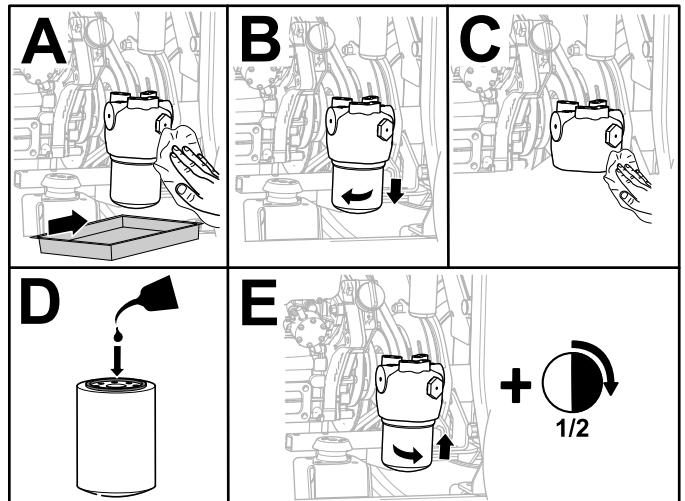

Bild 102
- Wechseln Sie den Hydraulikfilter aus, wie in Bild 102 abgebildet.